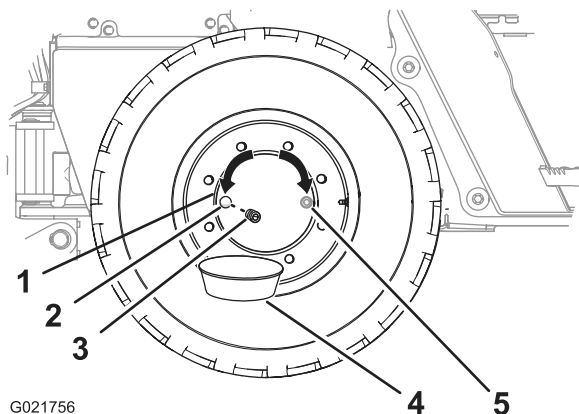

Bild 64
8. Setzen Sie die Schraube in die Ölöffnung der Radnabe ein (Bild 64).
2. Bewegen Sie die Maschine vorwärts oder rückwärts, bis die Schraube für die Radnabe entweder auf 3 Uhr oder 9 Uhr steht (Bild 64).
4. Stellen Sie eine Auffangwanne unter die Ablassschraube in der Radnabe (Bild 64).
5. Nehmen Sie die Schraube aus Radnabe (Bild 64).
6. Der Ölstand sollte an der Unterseite des Gewindes der Ölöffnung sein (Bild 64).